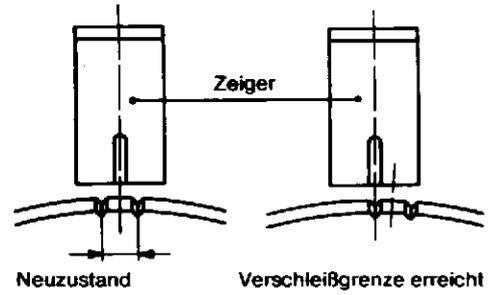

Abbildung Nr. 13
**Wartung.** Entsprechend den Prüfungsbedingungen für Krane müssen 1 mal pro Jahr alle Schraubenverbindungen an der Kupplung überprüft werden. Dabei ist auch die Ausrichtung und der Verschleiß zu prüfen. Die maximal zulässige Differenz darf dabei folgende Werte nicht überschreiten: Trommeldurchmesser  $\leq 1000$  mm : 0,5 mm, Trommeldurchmesser  $\geq 10 000$  mm : 0,8 mm. Hat die Markierung des Zeigers (Abbildung Nr. 13) eine der Kerben auf der Nabe erreicht, ist der maximal zulässige Verschleiß erreicht und die komplette Kupplung muß ausgetauscht werden. Der Austausch einzelner Kupplungsteile ist nicht zulässig.